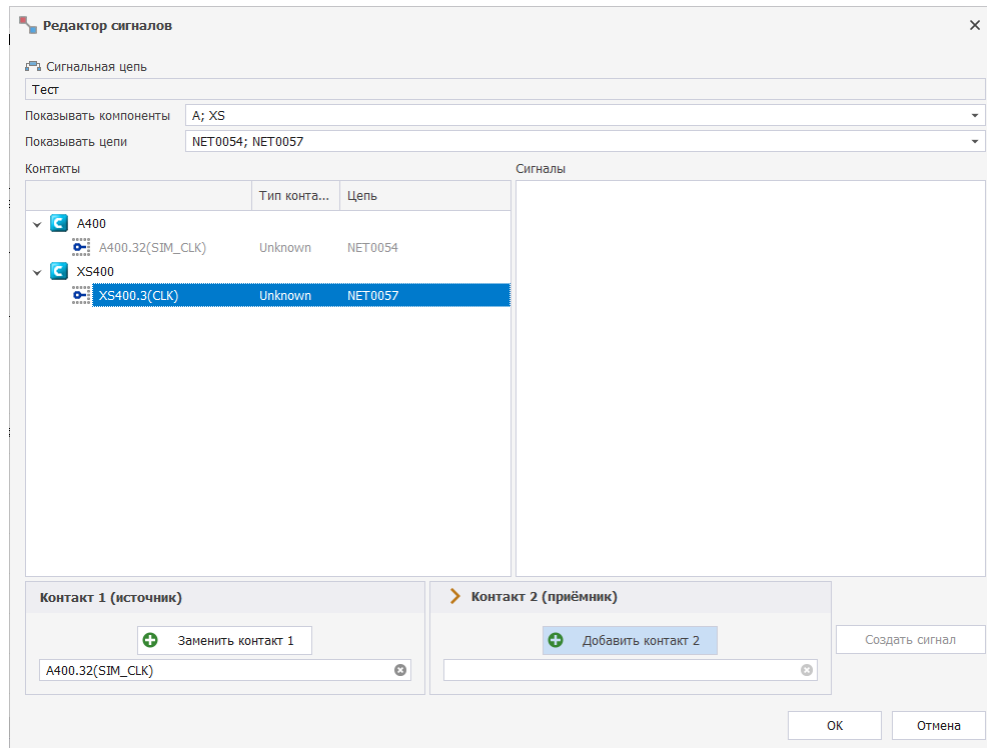

Рис. 137 Определение источника и приемника сигнала для контактов, входящих в отобранные цепи
5. В окне «Редактор сигналов» для контактов, входящих в отображенные цепи, определите источник и приемник сигнала, см. Рис. 137.